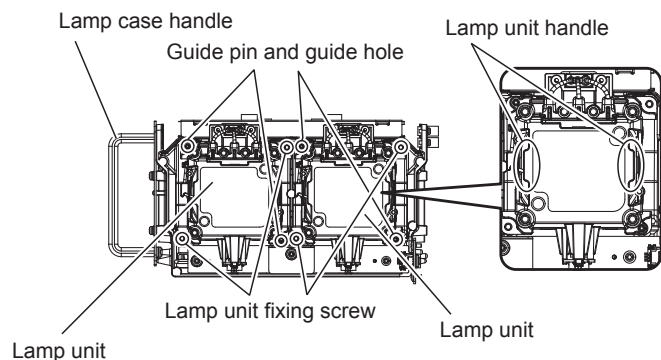
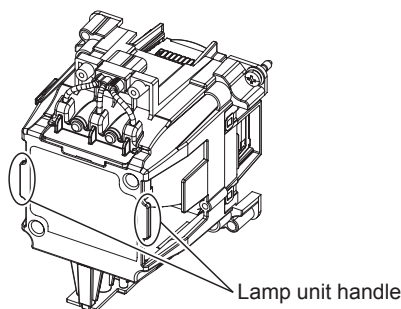

Fig. 4
Fig. 5
- 4) Remove the lamp unit. (Fig. 4, Fig. 5)**